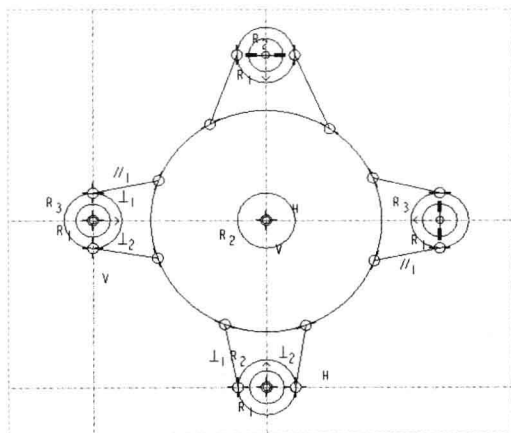

图 13-14 显示约束
Step 03 在“功能区”选项板中切换至“视图”选项卡, 在“显示”面板中单击“显示约束”按钮 \perp , 显示约束, 如图 13-14 所示。